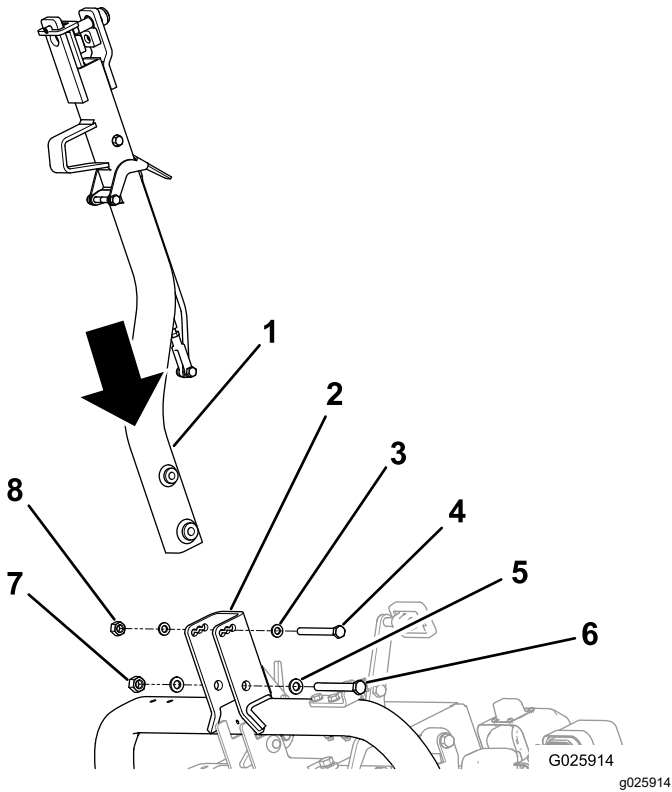

図 5
2. ヒッチを、ヒッチピボットブラケットに接続し、適切に固定する 図 5 を参照。